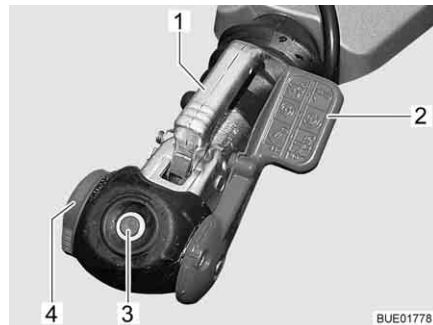

Bild 4 Säkerhetskoppling AKS 1300
- Ställ stabiliseringsstången (Bild 4,2) i det översta läget.
- Vrid ratten (Bild 4,4) moturs till stoppläget (till öppet-läget).
- Drag upp kopplingshandtaget (Bild 4,1).
- Gör en visuell kontroll: Säkerhetsindikatorns gröna cylinder (Bild 4,3) måste synas.